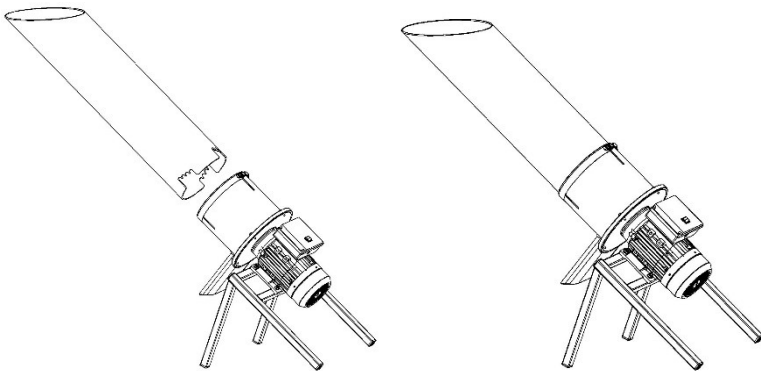

Fig. 6
- 6) Установите питательную трубку. Рисунок 6.